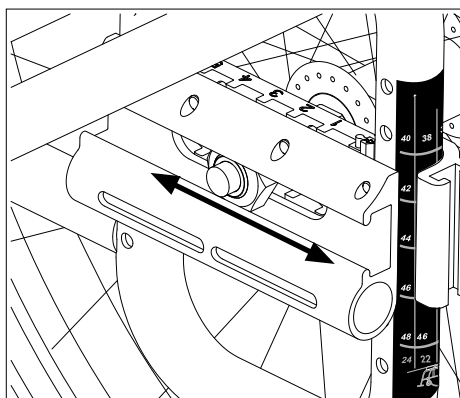

Figura 30
- Spostare la sede della ruota principale in avanti o indietro. (Figura 30)